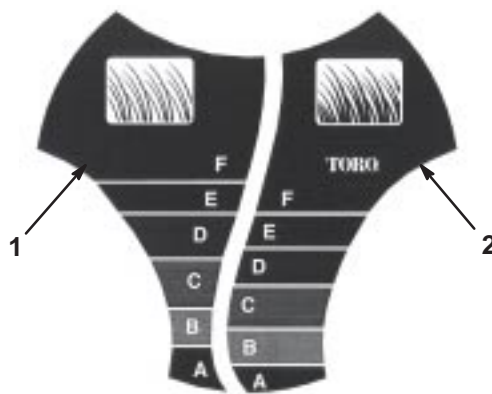

Bild 12
Das *SmartWheel*™ weist zwei Schnitthöhenkalen auf: Dünn/Normal und Satt—damit Sie bei jedem Rasenzustand immer das beste Ergebnis erzielen (Bild 12). Benutzen Sie die Dünn/Normal-Skala während der warmen Sommersaison für den Großteil Ihres Mähbedarfs. Die Satt-Skala dient ausschließlich starkem, nassem und satterm Graswuchs, den Sie am häufigsten im Frühjahr antreffen.
2. Bewegen Sie den Rasenmäher aufs Gras; Schieben Sie den Rasenmäher nicht mehr weiter, wenn das *SmartWheel*-Motiv an einem der Hinterräder aufrecht steht (Bild 12).